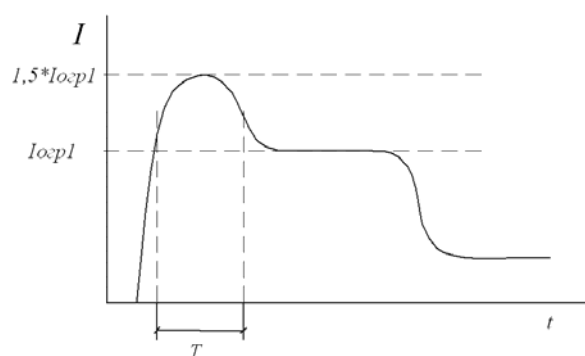

Рисунок 6 – Бросок тока при пуске
2.2.4 Бросок тока при плавном пуске (рисунок 6)